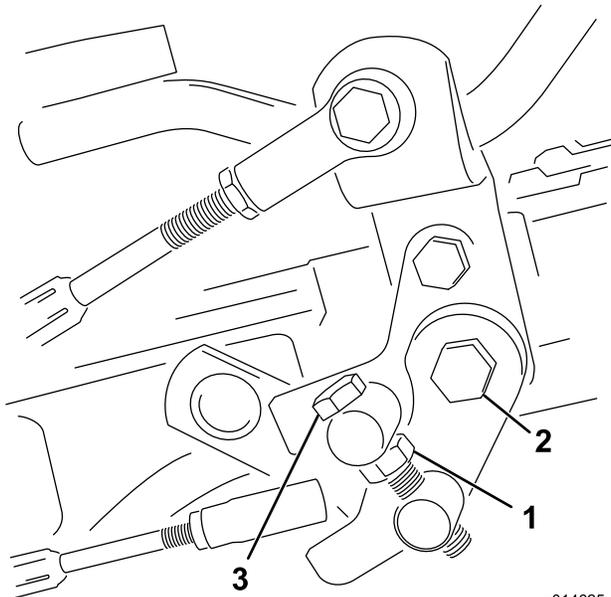

図 50
1. トラニオン・ボルトのジャムナットをゆるめる（図 50）。
4. トラニオン・ボルトのジャムナット、およびペダル・ピボットのナットを締め付けて調整を固定する（図 50）。調整を確認し、必要に応じて再調整する。